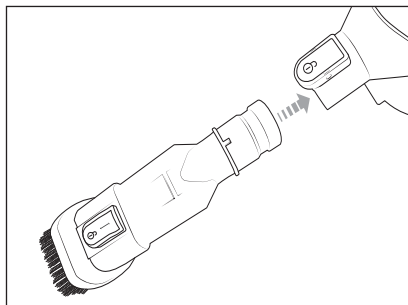

Fig. 8
- ◆ Împingeți peria combinată 2 în 1 **8** în orificiul de aspirare al aparatului până se fixează în poziție cu sunet (a se vedea fig. 8).